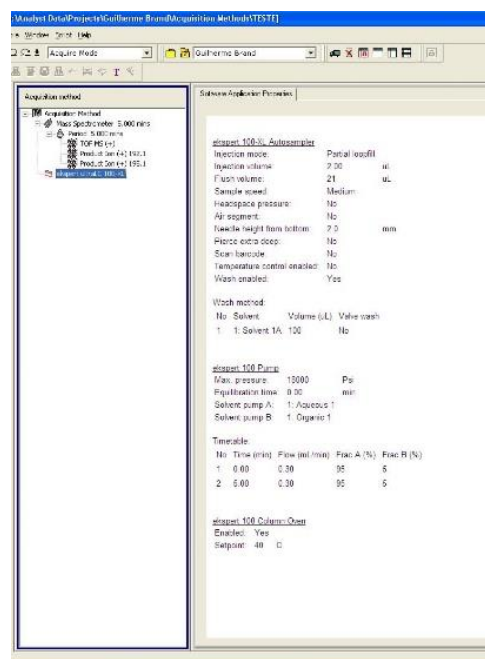

Figura 8. Parâmetros de LC mostrados dentro do editor de método de MS no software *Analyst*.
- 2.1. Adicione um experimento de MS/MS, clicando com o botão direito sobre o período e selecione a opção *Add experiment* (Figura 8).
- 3.2. Adicione um experimento de *MS/MS*, clicando com o botão direito sobre o período e selecione a opção *Add experiment* (Figura 8).